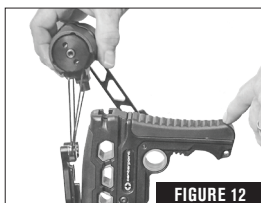

FIGURE 12
- Retirez l'ensemble de manivelle, rembobinez le traîneau et rangez-le pour une utilisation ultérieure (Fig. 12).